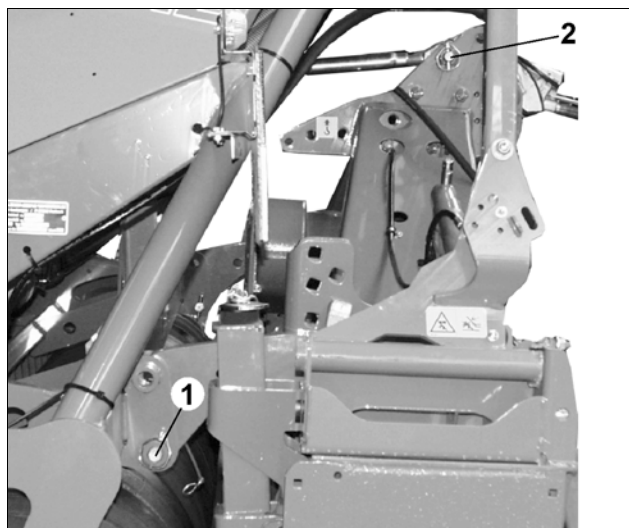

Fig. 91
- Boltene på liftarmene (Fig. 91) trækkes til venstre og højre. Ringboltene løsnes først.
- Bolten på topstangen (Fig. 91/2) trækkes ud. Ringbolten fjernes først.